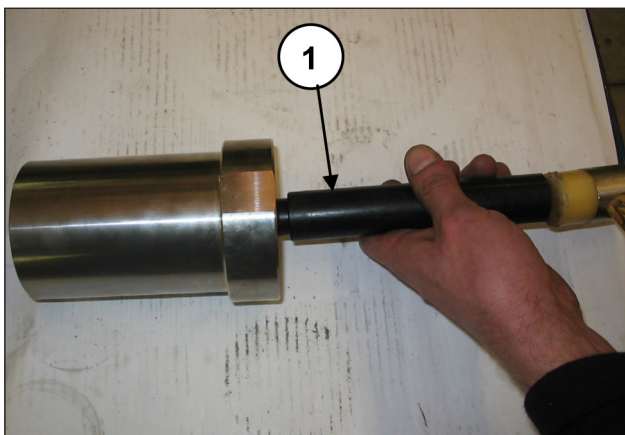
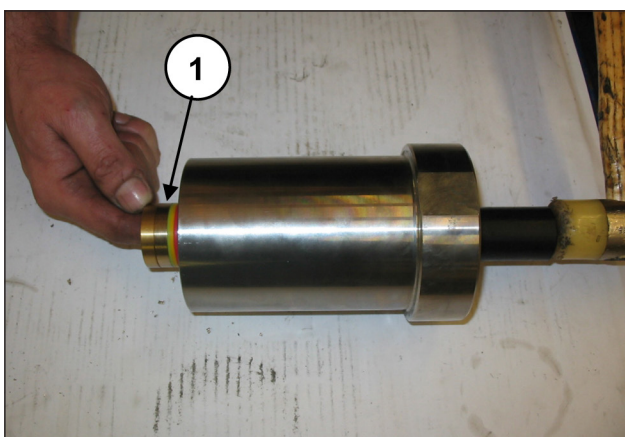

Fig. 128
Fig. 129
Con la camisa separada del soporte de juntas y utilizando una clavija de plástico (pos. ①, Fig. 128) extraer el paquete HP (alta presión) (pos. ①, Fig. 129).
Sustituir el paquete HP (pos. ①, Fig. 129) cada vez que se realicen operaciones de desmontaje.